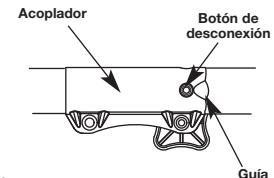

Fig. 1
- Oprima y sostenga oprimido el botón de liberación (Fig. 1).
- NOTA:** La alineación del botón de desconexión con la guía ayuda en la instalación (Fig. 1).